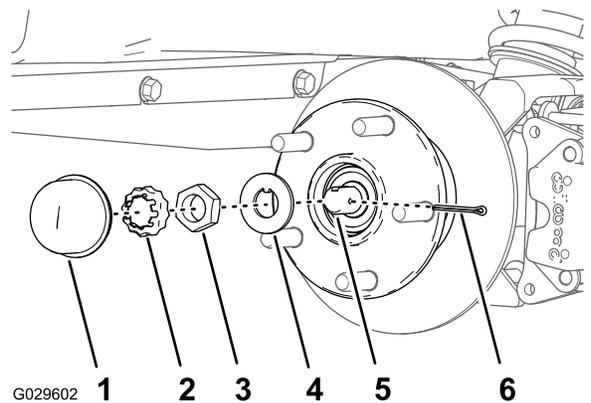
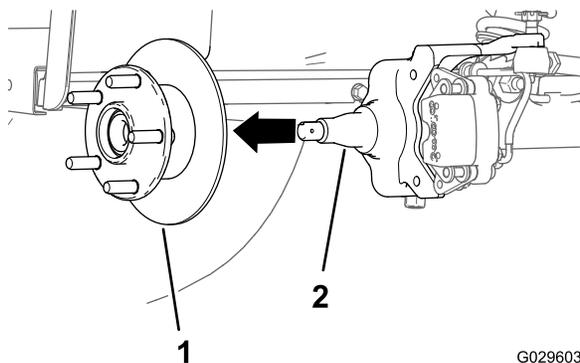

Figura 29
Figura 30
4. Retire o tampão antipoeira e a anilha do cubo (Figura 29).
- Retire o contrapino e o retentor da porca do eixo e porca do eixo (Figura 29).
- Retire a porca do eixo do eixo e afaste o conjunto do cubo e o rotor do eixo (Figura 29 e Figura 30).